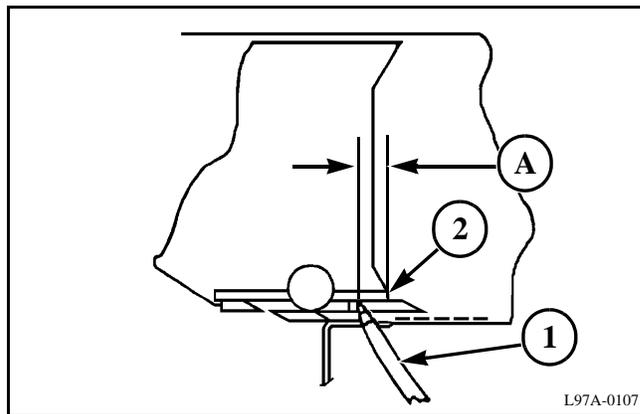

FIG. 26
FIG. 26: Gire el volante hacia la derecha (visto desde la dirección de desplazamiento) con la mano hasta que el embrague de la anudadora se active. Continúe girando el volante hasta que las puntas de las agujas (1) estén niveladas con la superficie inferior del montaje de las cuchillas del émbolo (2).